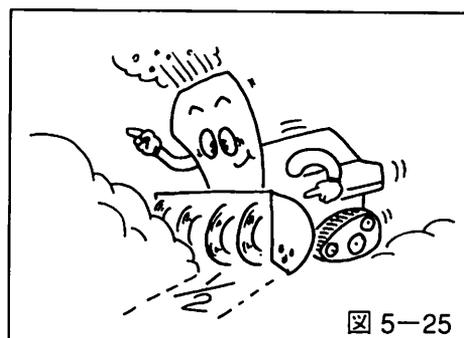

図 5-25
- オーガ巾の約1/2程度の除雪巾で除雪してください。葉に除雪できるばかりでなく、機械に能力以上の負担をかけないで、機械を傷めることもありません。(図5-25参照)